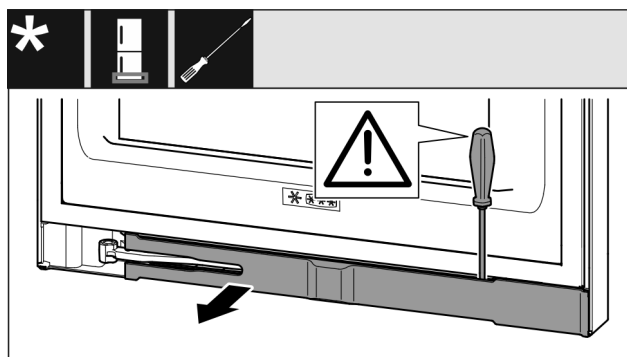

Fig. 13
- Disinnestare il pannello con un cacciavite per viti a intaglio e inclinarlo di lato Fig. 13 ().